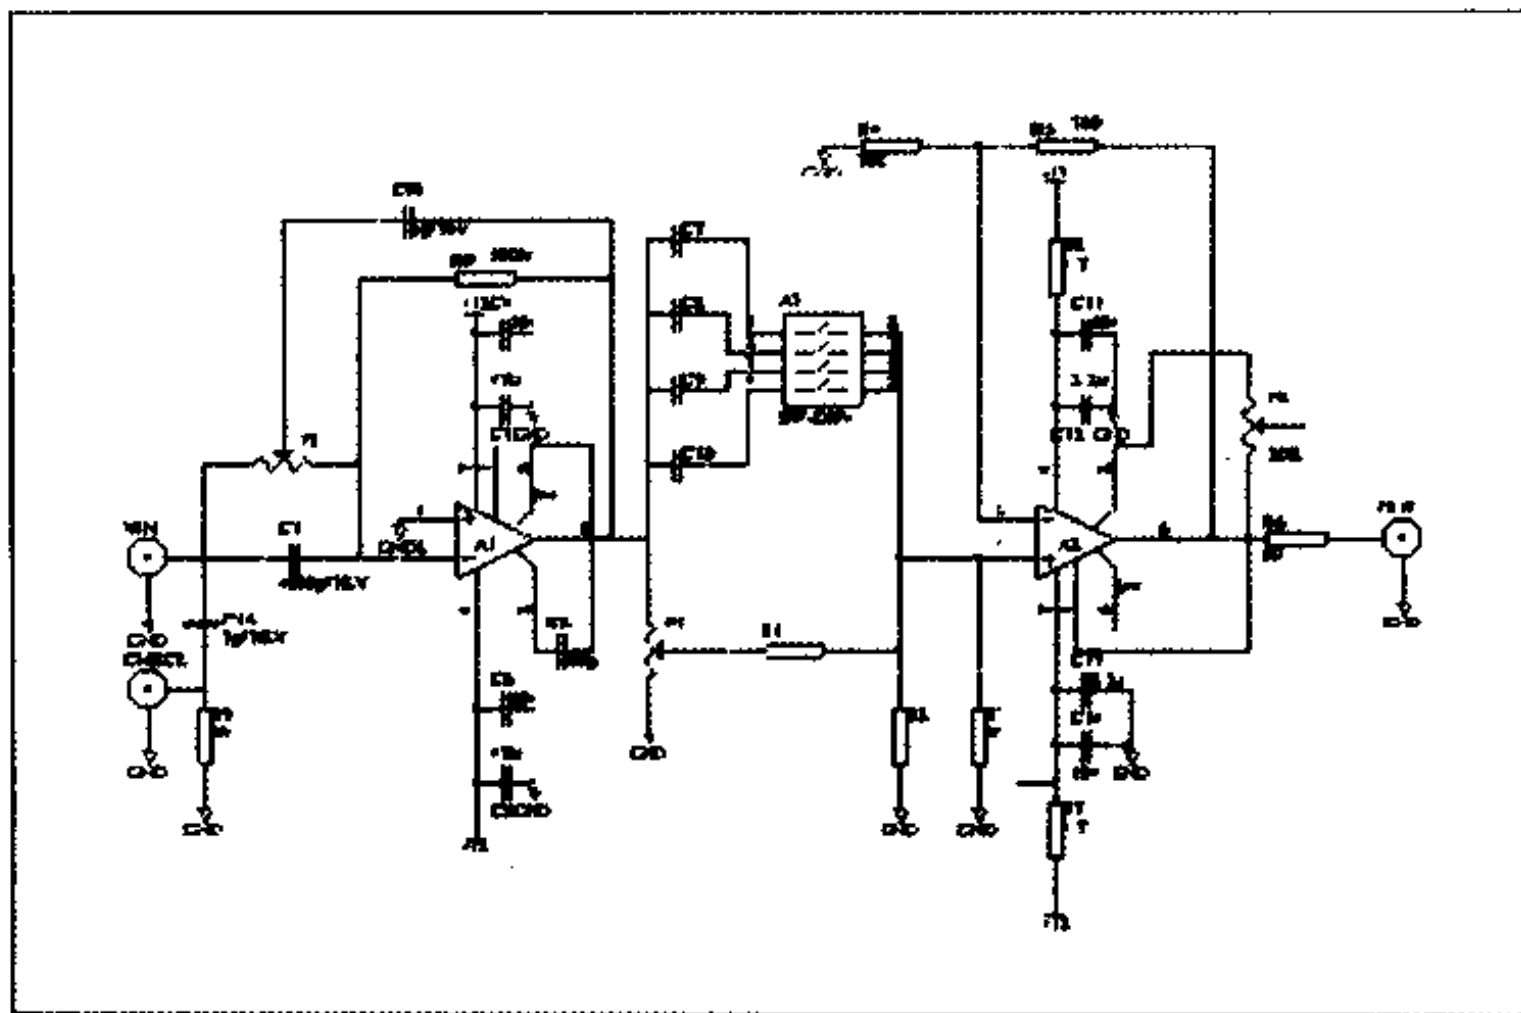

图 2-51 添加元件后的原理图
(7) 此时十字光标上带有选中的元件,在键盘上按 X 键,将元件左右翻转;在图纸中的适当位置单击,放置元件,在同时弹出的对话框中单击 Cancel 命令按钮,取消放置元件的状态。
(8) 经过以上操作,在图纸中添加了 3 个相同的元件。选择 View > Toolbars > Power Objects,在弹出的工具栏中单击  按钮,此时在工作窗口中鼠标箭头变为十字光标,并且选中的符号粘在十字光标上,将光标移动到适当位置单击,将接地符号放置在图纸中。
(9) 重复上一步的操作,在图纸中放置所需要的其他接地符号,得到如图 2-51 所示的效果。